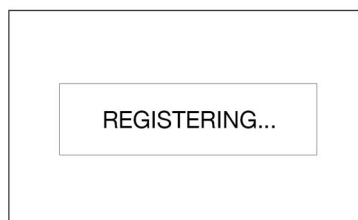

FIG. 16
4. Pulse el botón INTRO. Aparece REGISTERING en el centro de la pantalla durante el registro como se observa en FIG. 16.